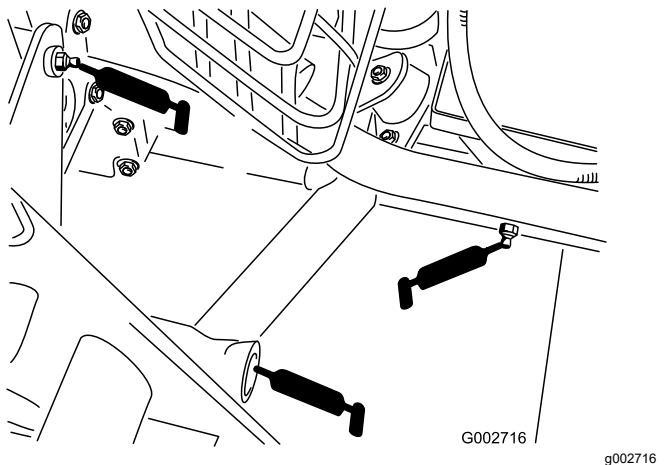

Figura 21
- 5 cojinetes de enganche trasero (Figura 21).